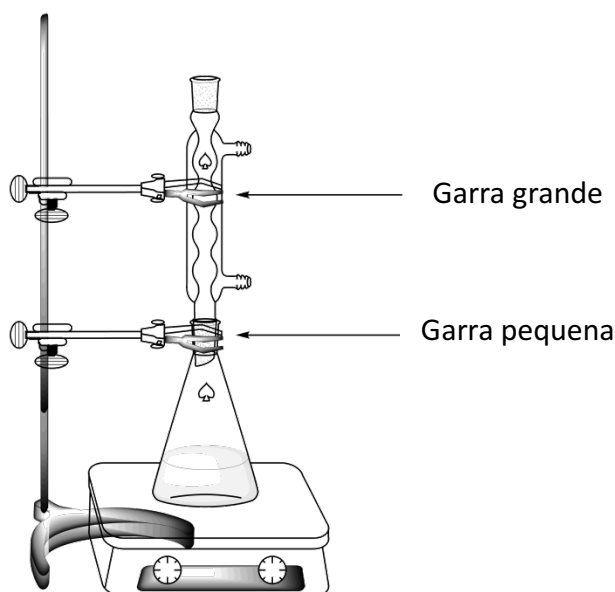

Figura 1. Montagem para refluxar a mistura reacional
4. **Coloque** o condensador no Erlenmeyer, como mostra a figura 1. **Levante** o seu cartão de “HELP”. Um assistente de laboratório virá ligar a água e o aquecimento.
- Recristalize** o produto que está no Erlenmeyer de 50 mL com boca esmerilada, usando a quantidade mínima necessária da mistura água/etanol anteriormente preparada para dissolver o produto e a montagem de refluxo (Figura 1). **Levante** o seu cartão de “HELP”. Um assistente de laboratório virá ligar a água e o aquecimento. Se necessário **adicione** mais solvente pelo topo do condensador.